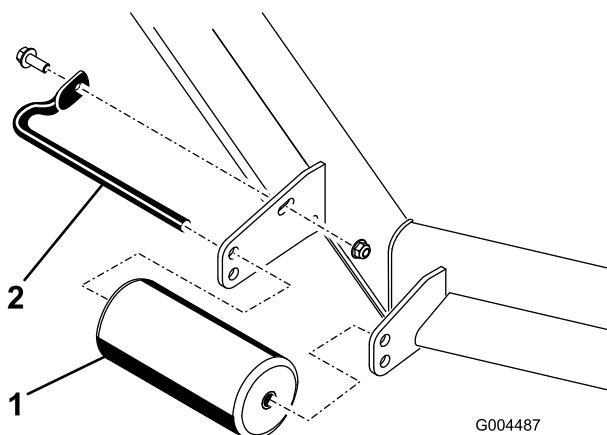

図 25
4. デッキからローラをはずして希望する高さに付け直す；図 25～図 29のうち、該当するものを参照。